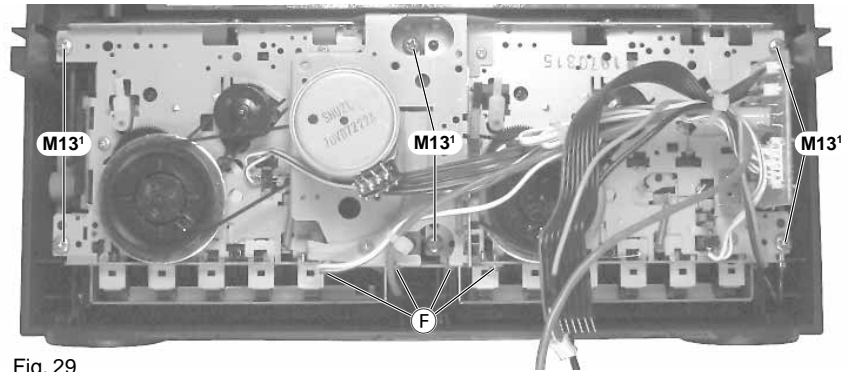
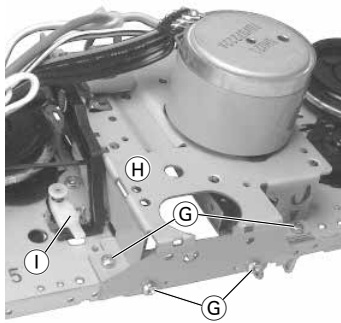

Fig. 29
Fig. 30
- 6 Schrauben M131 (Fig. 29) herauserschrauben und das Laufwerk abnehmen.
- Die 4 Schrauben F (Fig. 29), die 4 Schrauben G (Fig. 30) herauserschrauben und den Verbindungsrahmen H vorsichtig aushängen.
**Achtung:** Beim Aus- und Einbau des Verbindungsrahmens H auf den Pausenverriegelungshebel I achten (Fig. 30)!